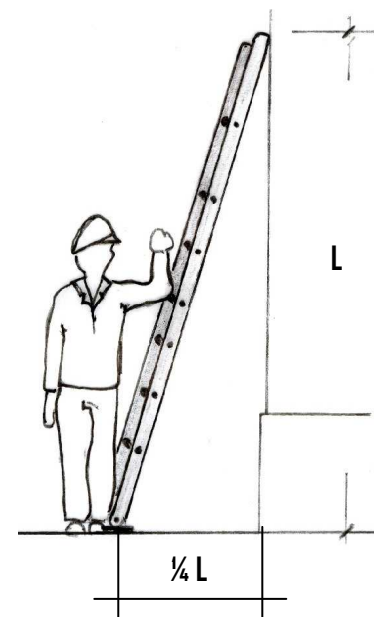

Fig. 20
- nel posizionamento della scala dare un adeguato piede in relazione alla lunghezza della scala, alla natura del terreno, ed alle varie circostanze del lavoro (**Fig 20**) ;